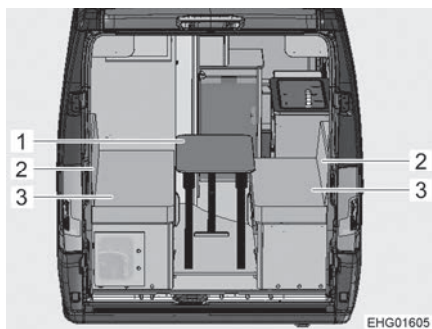

Fig. 83 Prima della trasformazione
- Chiudere il tavolo ribaltabile (Fig. 83,1) e posizionarlo a lato oppure spingerlo nel vano sotto la pedana.
- Rimuovere i due cuscini dello schienale (Fig. 83,2). I cuscini dello schienale sono divisi ciascuno in 2 parti (un cuscino imbottito e un cuscino a cuneo). L'imbottitura viene utilizzata per creare la struttura letto, il cuscino a cuneo può essere utilizzato in opzione come appoggio rialzato per la testa.
- Rimuovere i due cuscini del divano (Fig. 83,3).